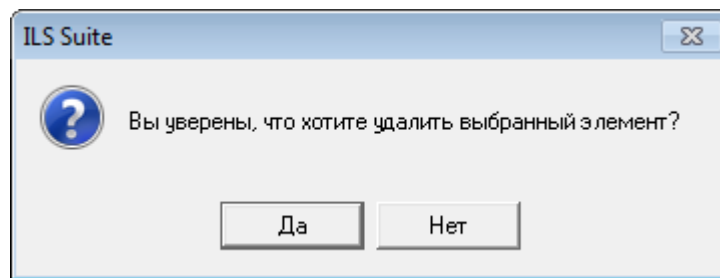

Рис. 8-9 – Диалоговое окно при удалении документа
- 4) В открывшемся диалоговом окне нажать «Да» для подтверждения действия (рис. 8-9). В этом случае выбранный документ будет удален из всех папок рабочего окна «Документы» и из базы данных. Для отказа от удаления нажать «Нет».